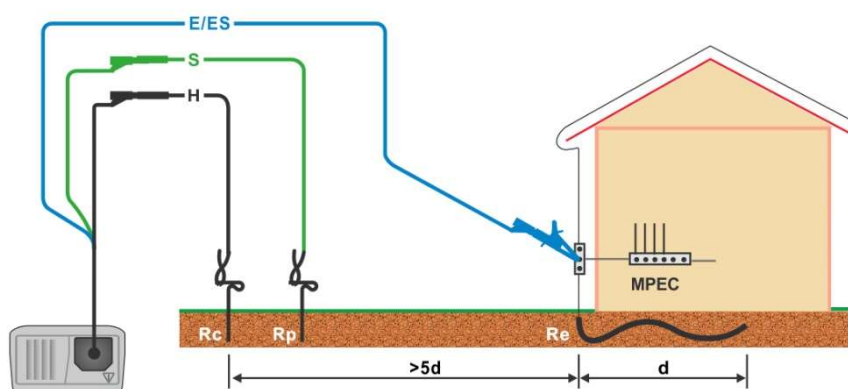
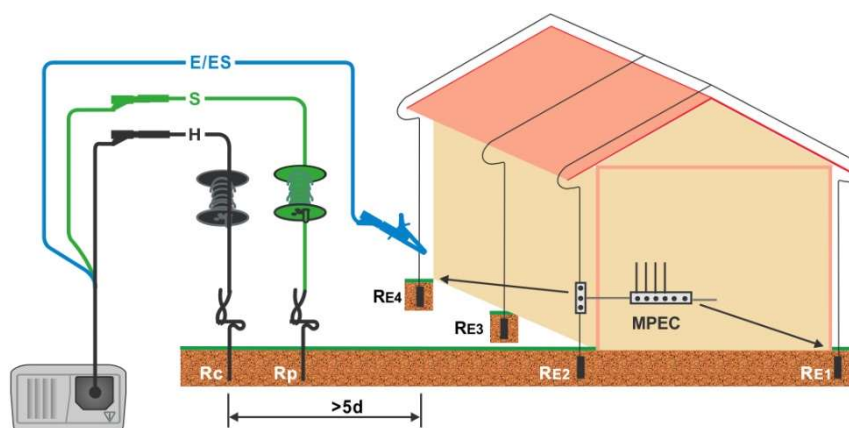

figura 0.7: misurazione della messa a terra di installazione principale
figura 0.8: misura di un sistema di protezione dai fulmini
- ❑ **Collegare** l'oggetto da testare (vedi figura 0.7 e figura 0.8).